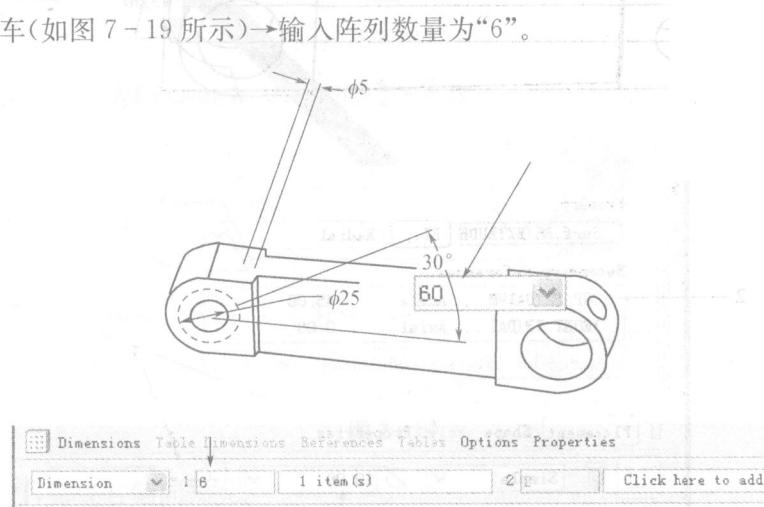

图 7-19
② 点击 ，完成左侧径向孔。
③ 选择刚刚建构的孔 →点击阵列按钮 →点选增量尺寸为角度“30.00”→输入增量为“60”，并回车(如图 7-19 所示)→输入阵列数量为“6”。